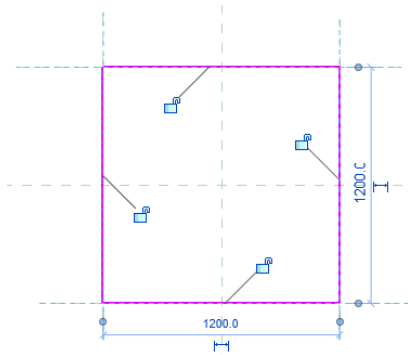

图 3-66 绘制轮廓线
(3) 单击“创建”选项卡“形状”面板“拉伸”按钮, 打开“修改|创建拉伸”选项卡，单击“绘制”面板中的“矩形”按钮, 以平面为参照，创建轮廓线，如图 3-66 所示。单击视图中的“创建或删除长度或对齐约束”图标, 将轮廓线与洞口进行锁定，如图 3-67 所示。